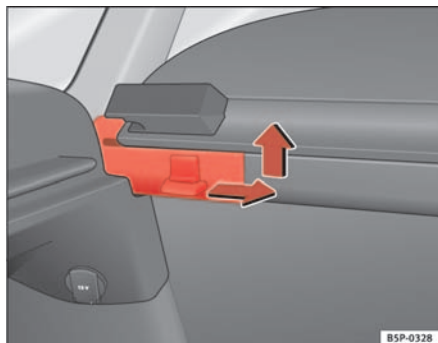

Abb. 121 Die Ablage ausbauen
- Drücken Sie den seitlichen Anschluss in Richtung des Pfeils, heben Sie die Ablage an und nehmen Sie sie ab ⇒ **Abb. 121**.